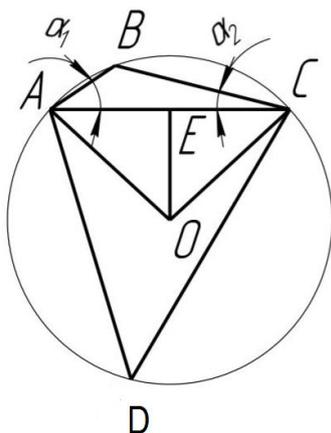
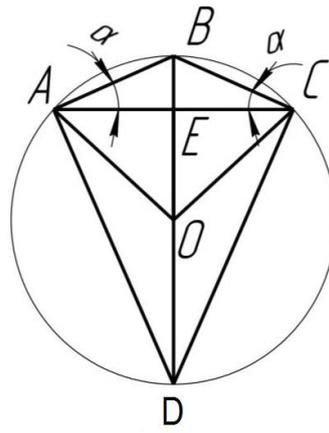
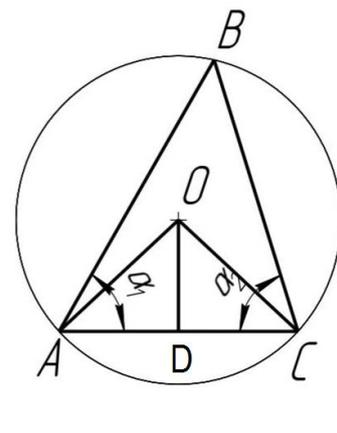

Рис. 1
Рис. 2
Рис. 3
Для доказательства построим три произвольные окружности, с хордой AC выше центра в т. О и с произвольными точками В и D на окружности, Рис. 1, с диаметром BD, Рис. 2 и с хордой AC ниже центра окружности, Рис. 3. Примем : AC = ℓ - стягивающая хорда, угол $\angle \text{BAC} = \alpha_1$, $\angle \text{BCA} = \alpha_2$, Рис. 1. Само доказательство проведем на базе формулы дуги в радианах (2), а именно.
Формула длины дуги в радианах : В радианной мере, длина дуги равна произведению длины радиуса R окружности на радианную меру центрального угла $\angle \text{AOC}$, пример Рис. 1, опирающегося на эту дугу, стр. 54 [2].
Для удобства доказательства, перенесем вершины вписанных углов, $\angle \text{B}$ и $\angle \text{D}$, Рис. 1, в симметричное положение, на Рис. 2., при этом величина этих углов не изменится, так как все вписанные углы, опирающиеся на данную дугу, 8 февраля 2014 г.
равны между собой, стр. 287 [1]. В результате мы получили вписанные углы : $\angle ABC = 180^\circ - (\alpha_1 + \alpha_2)$, Рис. 1 и $\angle ABC = (180^\circ - 2\alpha)$, Рис. 2.
Замечание : Существует три случая расположения хорды AC, а) когда хорда отсекает дугу ABC меньшую половины окружности, Рис. 1, б) когда хорда равна диаметру $AC = BD$ окружности, Рис.2, в) когда хорда отсекает дугу ABC большую половины окружности, Рис. 3. А теперь рассмотрим доказательство формулы (1), для каждого из этих трех случаев, опираясь на формулу (2) в радианах .
Для этого в формуле (2) выразим R и $\angle AOC$ через заданные l, α_1 и α_2 и рассмотрим четырехугольник ABCD, Рис. 2, сумма внутренних углов которого равна $180^\circ \cdot (n - 2) = 360^\circ$, где n – число сторон, стр. 270 [1]. Сумма углов $\angle ABC + \angle ADC = 360^\circ - (\angle BAD + \angle BCD) = 360^\circ - 180^\circ = 180^\circ$, откуда вписанный угол $\angle ADC = 180 - \angle ABC = 180 - (180 - (\alpha_1 + \alpha_2)) = (\alpha_1 + \alpha_2)$. Мы знаем, что вписанный угол $\angle ADC = (\alpha_1 + \alpha_2)$, равен половине центрального угла AOC, опирающегося на ту же дугу, стр. 287 [1], следовательно, $\angle AOC = 2\angle ADC = 2(\alpha_1 + \alpha_2)$, а угол $\angle AOE = \angle AOC / 2 = (\alpha_1 + \alpha_2)$, но $\text{Sin} \angle AOE = AE / AO = l / 2R$,
Случай № 1: Когда хорда $AC = \ell$ отсекает дугу ABC меньшую, чем половина окружности, Рис. 1. Длина этой дуги будет равна:
Случай № 2: Когда хорда AC совпадает, например, с диаметром BD , Рис. 2. В этом случае углы $\alpha_1 = \alpha_2 = 45^\circ$, их сумма $(\alpha_1 + \alpha_2) = 90^\circ = 180^\circ/2$, а длина дуги,
Случай № 3: Когда хорда $AC = \ell$ отсекает дугу ABC большую, чем половина окружности, Рис.3. Здесь $AO = OC = R$, вписанный $\angle ABC = 180^\circ - (\alpha_1 + \alpha_2) = \angle AOD$, центральный $\angle AOC = 2\angle ABC = 2(180^\circ - (\alpha_1 + \alpha_2)) = (2\pi - 2(\alpha_1 + \alpha_2))$, а $\sin \angle AOD = AD/AO = \ell/2R$, откуда $R = \ell/2\sin(180^\circ - (\alpha_1 + \alpha_2)) = \ell/2\sin(\alpha_1 + \alpha_2)$. Величина же центрального угла, $\angle C^\circ$ опирающегося на дугу ABC , будет $\angle C^\circ = \angle (360^\circ - \angle AOC) = (2\pi - \angle AOC) = (2\pi - 2\pi + 2(\alpha_1 + \alpha_2)) = 2(\alpha_1 + \alpha_2)$ и длина дуги ABC : $L_{ABC} = R \cdot 2(\alpha_1 + \alpha_2)$ или